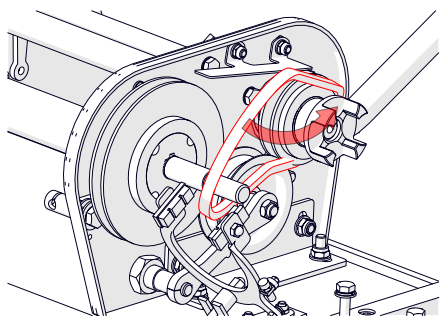

Fig.15F - Remplacer la courroie d'entraînement.
7. Retirez la courroie et remplacez-la (si nécessaire) (Fig.15F).